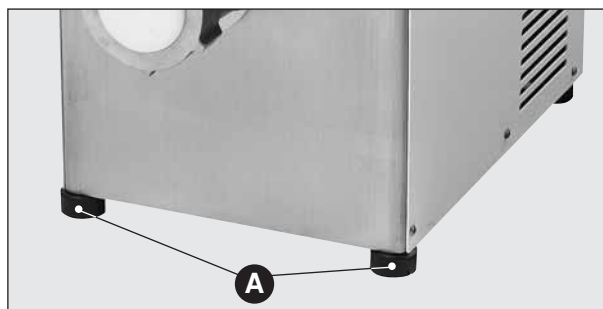

Fig. 9
Para asegurar la estabilidad necesaria a la máquina, verifíquese que los pies (**Fig. 9 ①**) estén bien apoyados en el piso; en caso contrario, hay que girarlos hasta eliminar la inestabilidad.